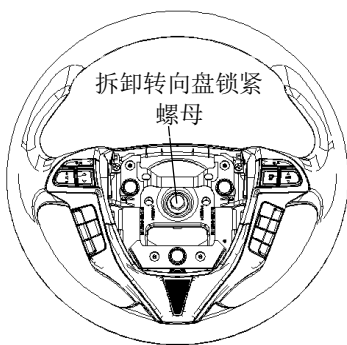

图 5.2-5
- (1) 脱开线束接头。
(2) 拆下转向盘固定螺母，如图5.2-5所示。